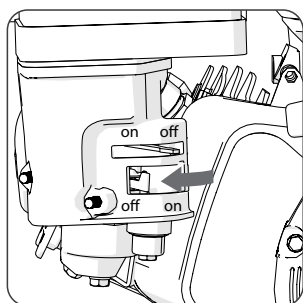

Fig. 5
- Ruotare il tappo del carburante in posizione 'OFF'. (Fig. 5)